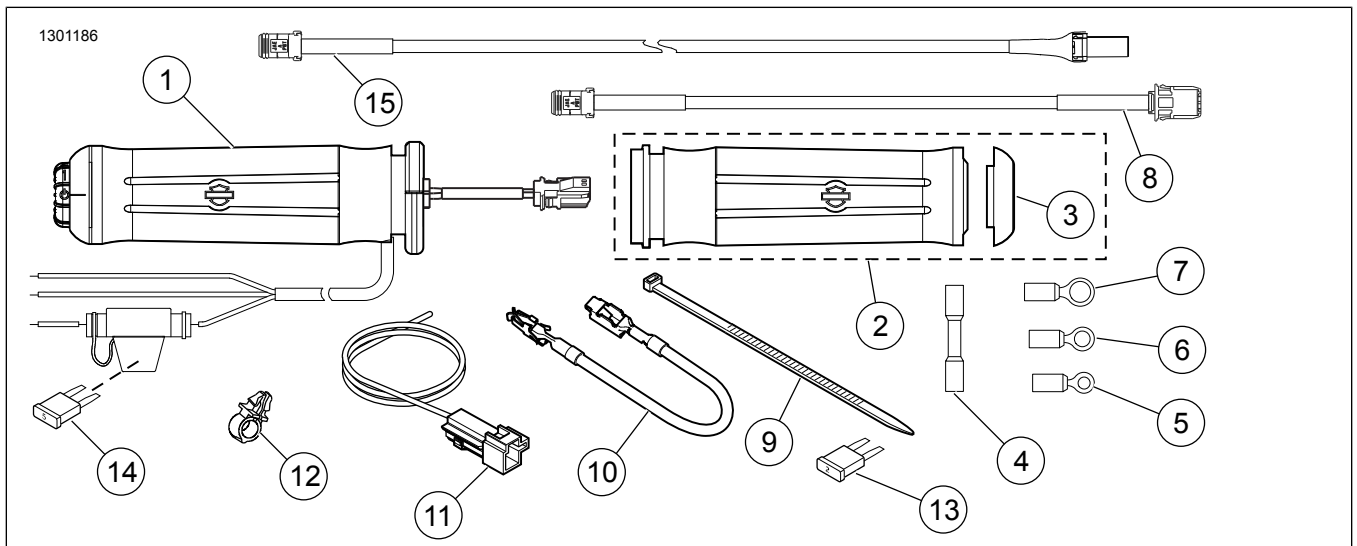

Figure 8. Mga Pamalit na Piyesa, Mga Kit ng Napapainit na Hand Grip
2. Tingnan ang Figure 8 . Gamitin ang mga cable strap (9) na galing sa kit upang ikabit ang wiring ng hand grip sa mga wire harness sa kahabaan ng frame ng sasakyan.